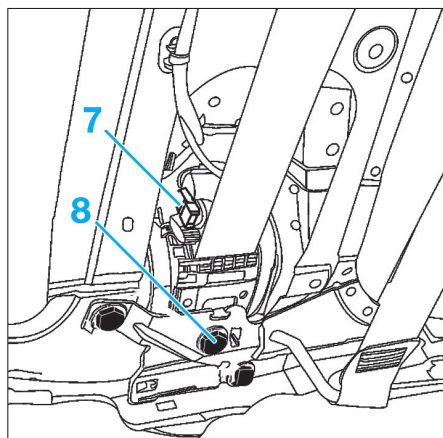

FIG. 27
- Déverrouiller le connecteur (7) de l'enrouleur de ceinture de sécurité latérale avant (Fig.27).
- Déposer la vis (8) puis faire glisser l'enrouleur de la ceinture de sécurité latérale.